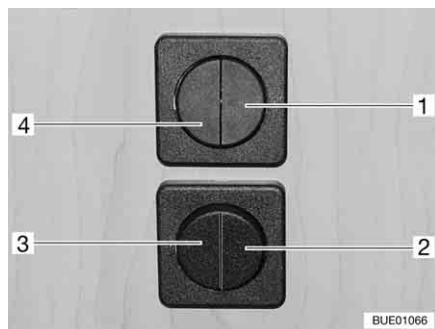

Fig. 51 Interruttore luci
- Illuminazione dinette (Fig. 51,1)
- Illuminazione ingresso (Fig. 51,2)
- Illuminazione tenda veranda (Fig. 51,3)
- Illuminazione vano abitabile (Fig. 51,4)